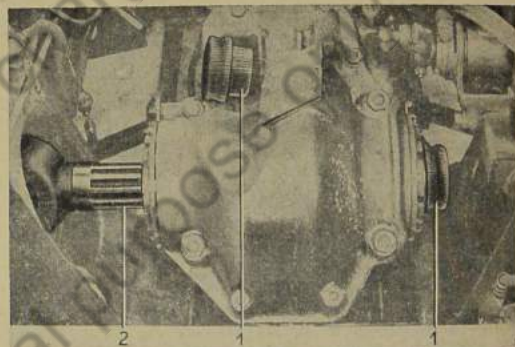

Bild 288: Radnabe mit Quergelenkwelle aus Vorderrad-antrieb herausziehen
8. Radnabe zusammen mit Quergelenkwelle nach außen abziehen (Bild 288).